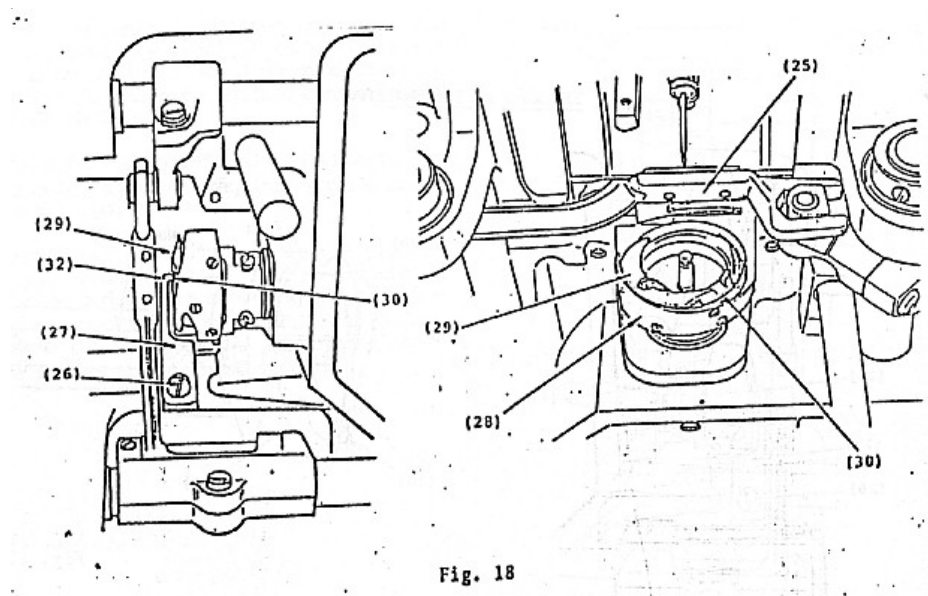

Fig. 18
Quando estiver colocando uma lançadeira nova no eixo, mantenha o protetor da linha da lançadeira (28) na parte de baixo e o suporte da caixa da bobina (29) virado para a posição mostrada na Fig.18, de maneira que a lançadeira fique afastada do suporte do dente (25).
Coloque a lançadeira em posição no eixo e gire o suporte da caixa da bobina (29) até que o chanfro (30) esteja no alto, conforme mostrado na fig. 18 à esquerda. Substitua a braçadeira (27) do posicionador do suporte da caixa da bobina,